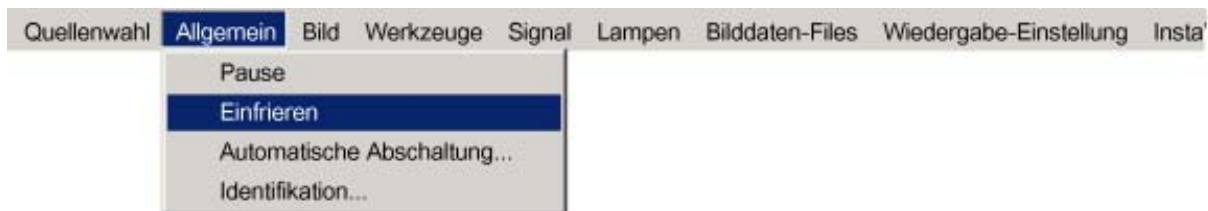

Abbildung 7-2
4. Wählen Sie mit der Taste ↑ oder ↓ die Menüoption *Einfrieren* aus. (Abbildung 7-2)